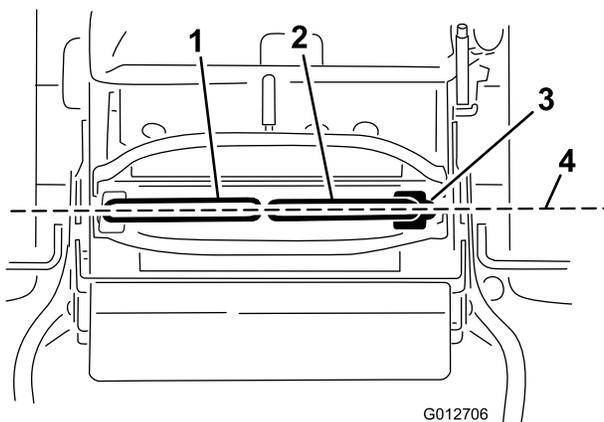

Figura 71
**Importante:** Controllate che l'allineamento del tosaerba sia giusto dopo aver regolato le leve di controllo del movimento. La messa a punto dell'allineamento e l'allineamento longitudinale delle leve di controllo del movimento sono la stessa procedura (Figura 71).
1. Una volta completato l'allineamento orizzontale, verificate l'allineamento longitudinale spingendo leggermente le leve di controllo in avanti per correggere l'eventuale gioco a livello della tiranteria delle leve di controllo (Figura 71).